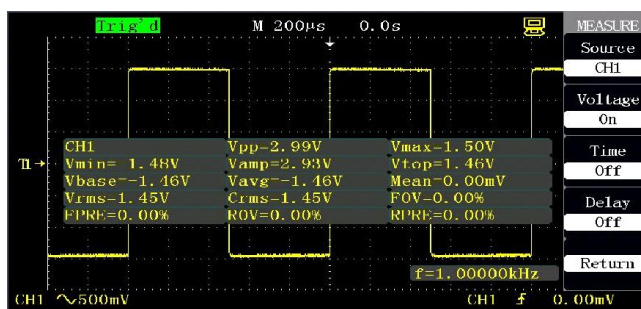

Figura 2-56 Todas as medições
- Pressione **"Voltage test"** para selecionar **"Run"**. Neste momento, todos os valores de parâmetros de tensão serão exibidos simultaneamente na tela. (Como mostrado na figura 2-56)